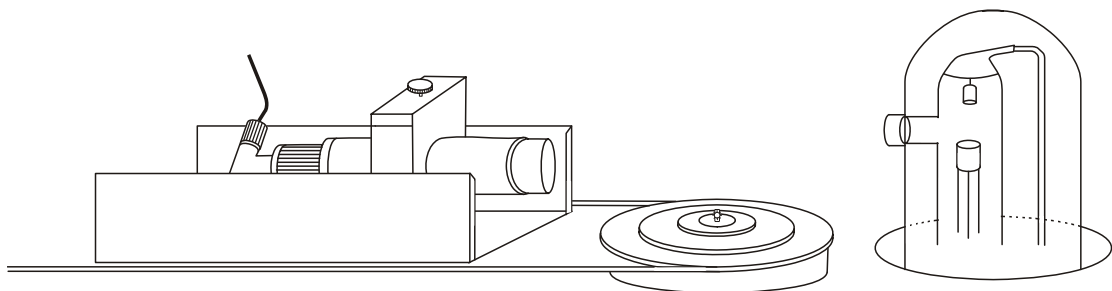

Fig. 3 Montage du tube de Geiger-Müller dans le bras pivotant
- Insérer le support du tube dans le magasin de diapositives du bras de mesure et le fixer au moyen des bornes à ressort (voir Fig. 3).